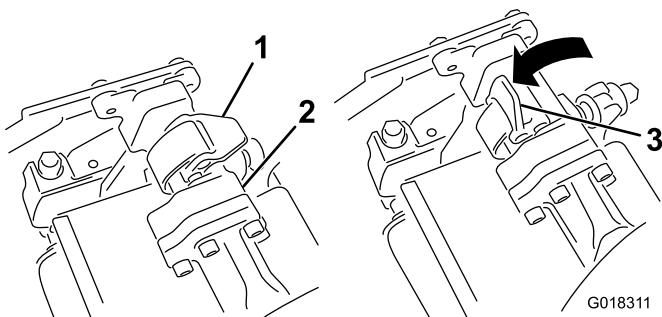
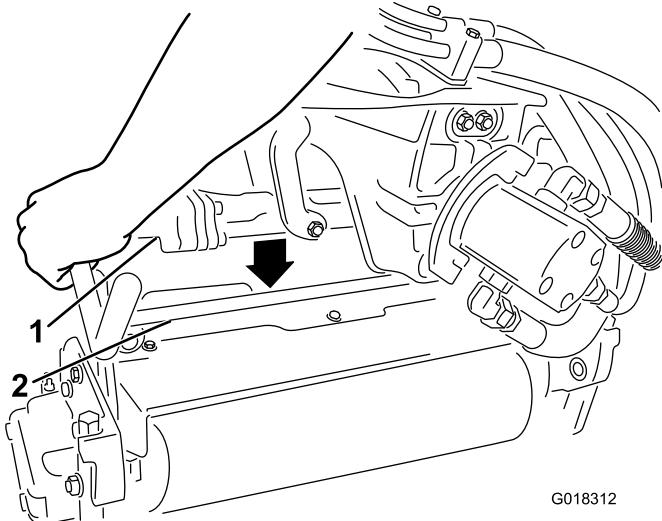

Figura 1
Figura 2
3. Com os fechos na barra do braço de suspensão a apontar para cima (i.e., abertos) (Figura 1), empurre o braço de suspensão para baixo de forma a que a barra passe pela barra através da parte superior da unidade de triplo-rolo (Figura 2).
4. Feche os fechos para baixo e em redor da unidade de triplo-rolo e bloqueie-os no sítio (Figura 1).